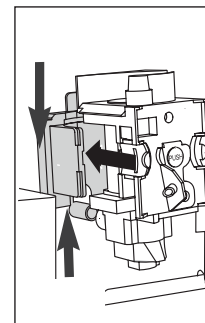

Fig. 42
- Dopo la pulizia, reinserire l'infusore (A5) infilandolo nel supporto e sul perno in basso quindi premere sulla scritta PUSH fino a sentire il clic di aggancio (Fig. 42).